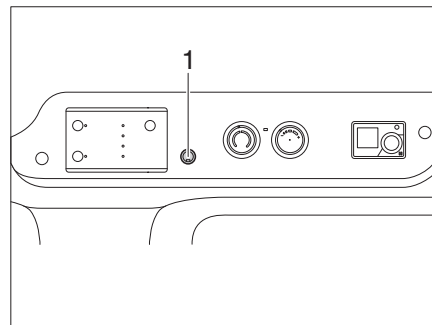
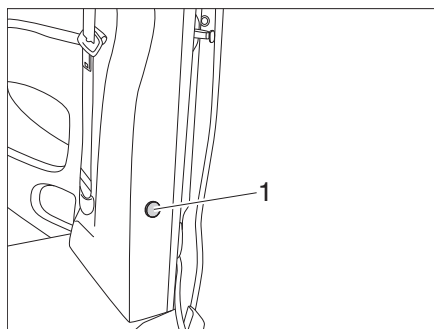

Figura 39 Los botones del panel de control
Figura 40 Botón de la entrada
- Empujar el botón de la entrada (Figura 40,1) o el botón (Figura 39,1) hacia abajo.
- Pulsar el botón (Figura 39,1 o Figura 40,1) una vez de forma breve.
- Pulsar el botón (Figura 39,1 o Figura 40,1) durante aprox. 3 segundos hasta que se alcance la menor luminosidad.
- Mantener pulsado el botón (Figura 39,1 o Figura 40,1) hasta que se alcance la luminosidad deseada.